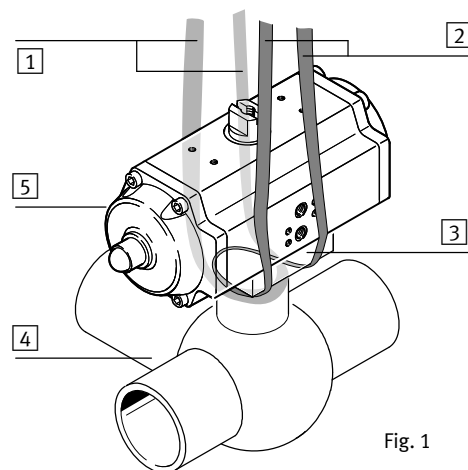

Fig. 1
2. Продеть два ремня 1, 2 в виде петель с обеих сторон под фланцевое крепление 3 технологического клапана 4 (→ Fig. 1).